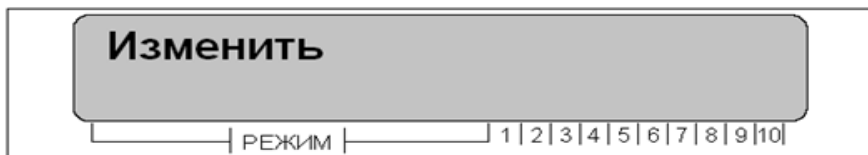

Рис. 22. Вид на дисплее режима редактирования программы
- по завершению процесса считывания, программу можно просмотреть или отредактировать, нажав клавишу «ВПЕРЕД». Выбрать пункт «Изменить» (см. рисунок 22);